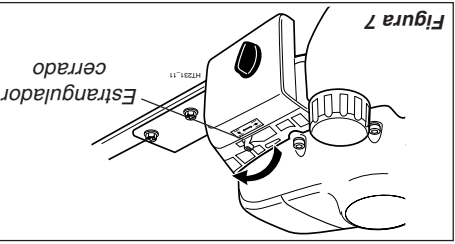

Figura 7
4. (Motor frío) Mueva la leva del estrangulador hacia adelante ("closed") para cebar el motor. Consulte Figura 7.